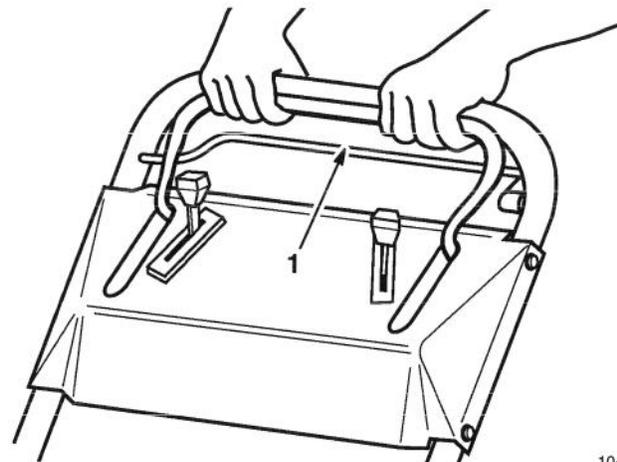

Figure 16
4. Pour débrayer le système d'autopropulsion, relâcher la barre de commande (Fig. 16).